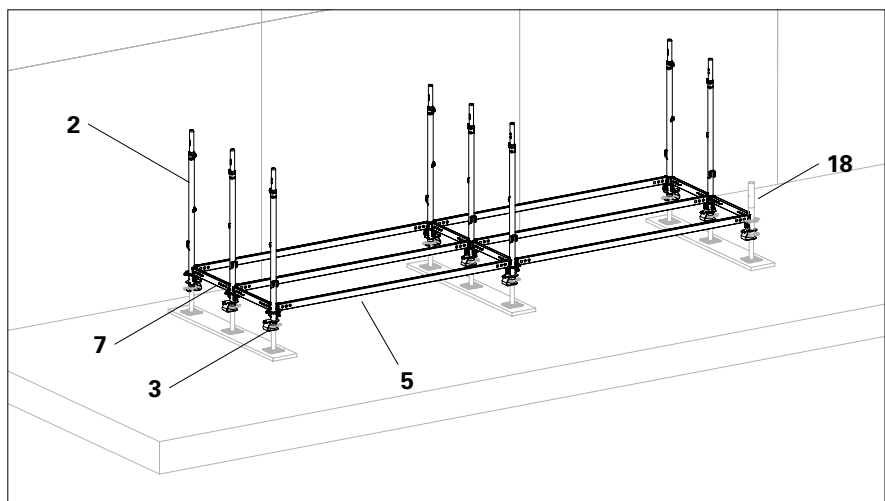

Abb. A2.02
7. Fußspindeln UJB (**1**) mit Spindelsicherungen UJS (**3**) sichern. (Abb. A2.02)